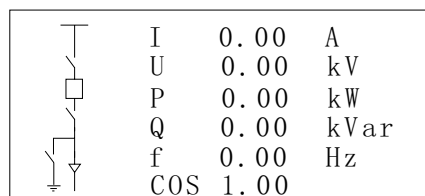

图 7-1 显示刀闸位置主信息图
7.2.1 装置上电后，显示装置型号及公司名称，5s 后退出；转入显示装置“主信息图”，“主信息图”可以在设置参数菜单中选择显示普通刀闸、手车位置、只显示断路器或者不显示（具体设置请参阅 7.2.8 节“设置”）。如下图 7-1 所示：
在图 7-1（主信息图）状态下按“确认”键进入主菜单。如图 7-2~7-4 示：